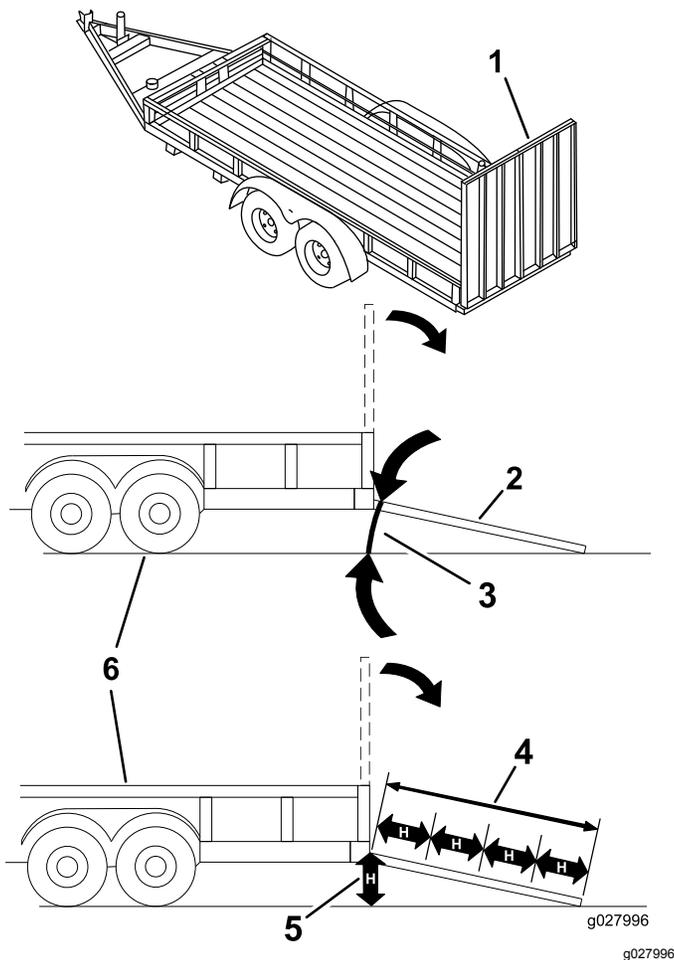

Bild 40
Das Laden einer Maschine auf einen Anhänger oder einen Lastwagen erhöht die Umkipppgefahr und könnte schwere oder tödliche Verletzungen verursachen (Bild 40).
1. Senken Sie die Rampe ab und stellen Sie sicher, dass der Winkel zwischen der Rampe und dem Boden höchstens 15 Grad beträgt (Bild 40).